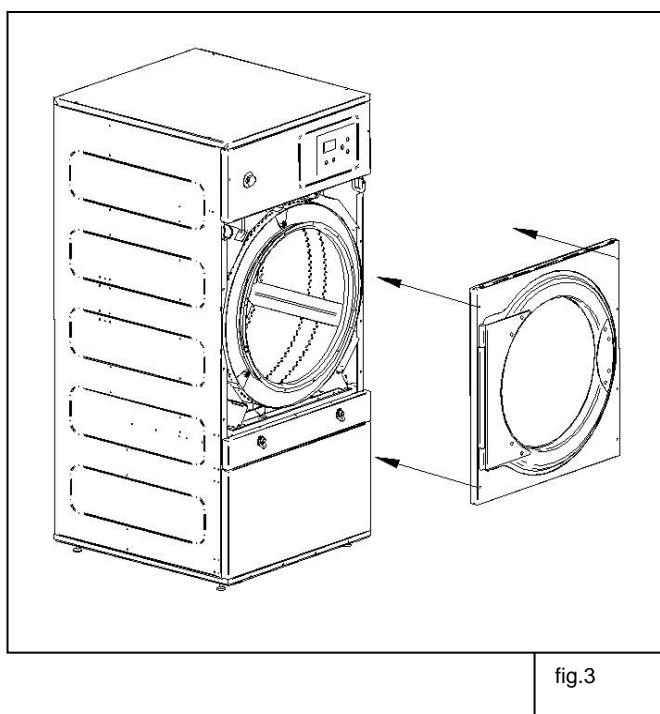

fig.3
6. Situar el frontal de la puerta girándola 180º de modo que las bisagras queden en el lado opuesto. Para ello volver a usar los 6 tornillos "B" y los 2 tornillos "B1" con la llave Allen del nº 3. Ver fig. 3